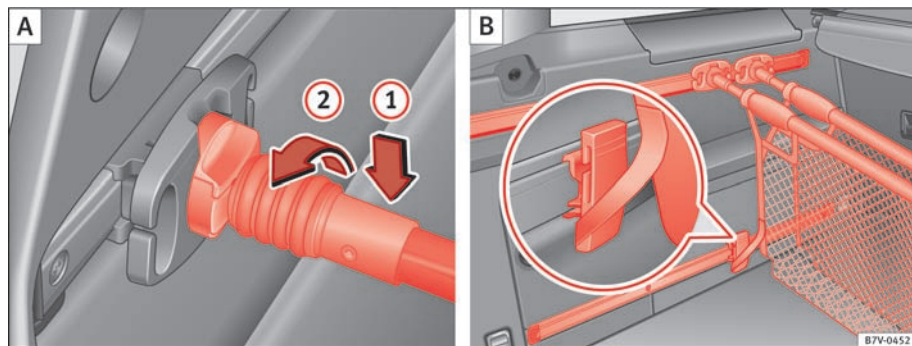

Fig. 97 Sådan hægtes hængenettet (A) på og anvendes som pose (B).
Sæt stangen ind i hængenetholderen oppefra ⇒ Fig. 97 (1), og drej den 90° mod venstre (2). Den røde markering på stangen må ikke kunne ses ⇒ ⚠.